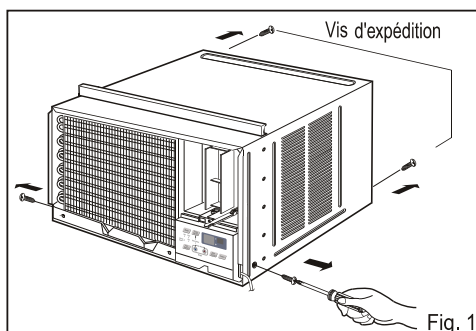

Fig. 1
1. Déposez les vis situées de part et d'autre et à l'arrière du boîtier. (Fig 1)